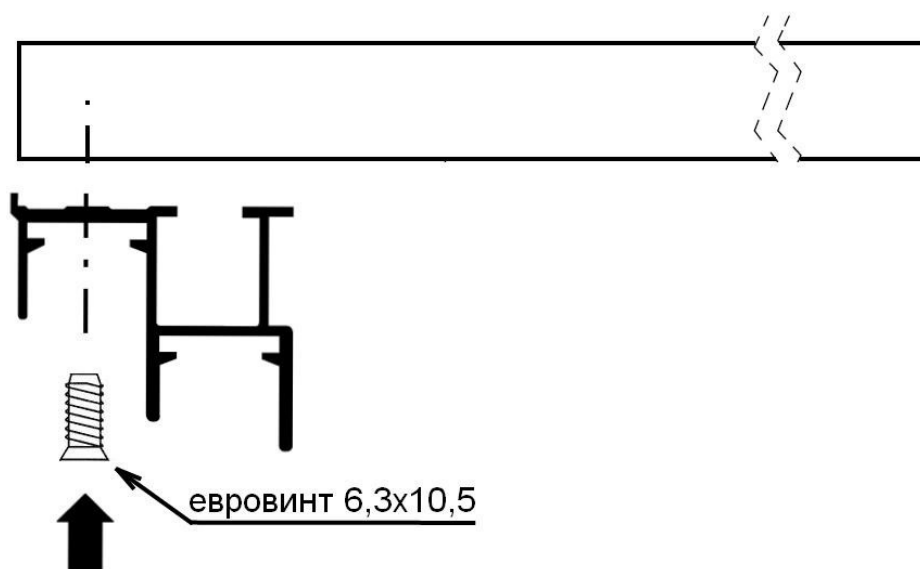

Рис. 5
7. На стенку горизонтальную нижнюю (8) еврвинтами 6,3х10,5 установить нижнюю направляющую (рис.5).